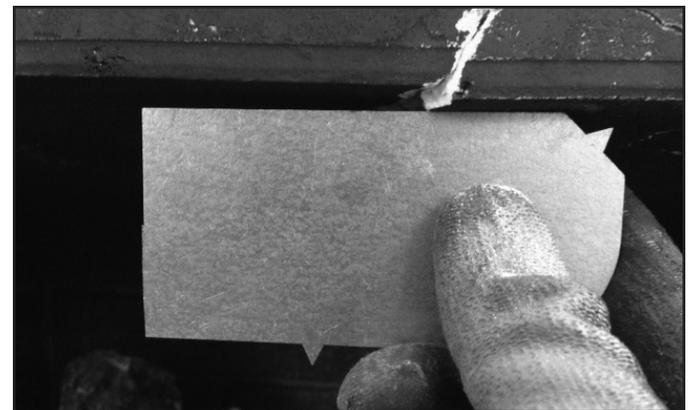

Figure 4.2. La surface plane de la boîte à feu est compromise et doit être remplacée.
- Les fissures compromettent la surface plane de la boîte à feu. Voir la figure 4.2.